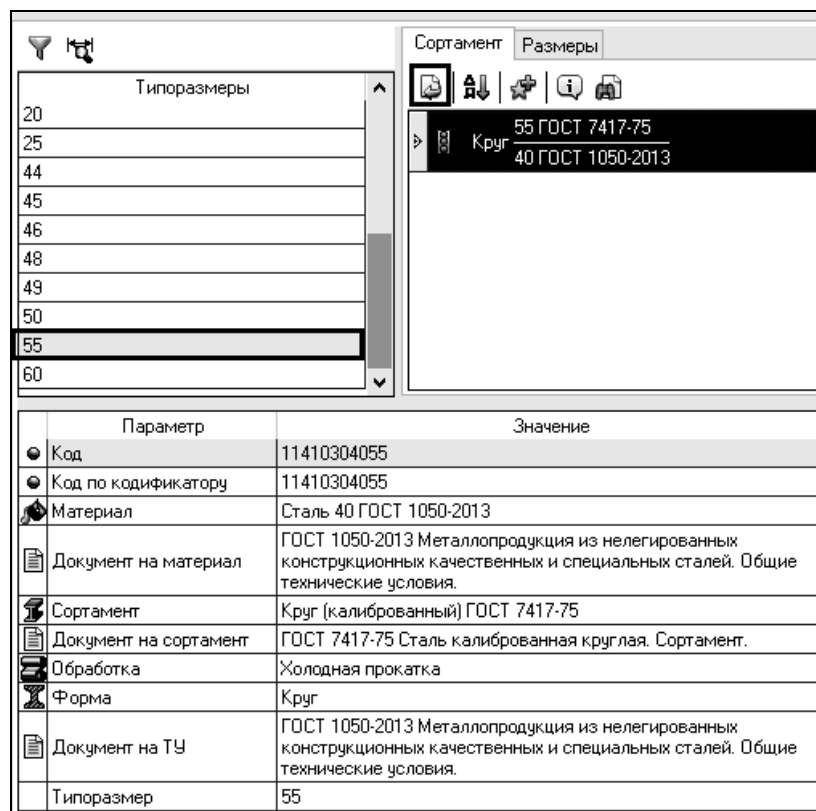

Рис. 4.4. Окно «Сортамент»
7. Для того, чтобы передать обозначение экземпляра сортамента в свойства модели, нажмите кнопку **«Выбрать»** на Панели инструментов окна **«Сортамент»** (рис. 4.4).